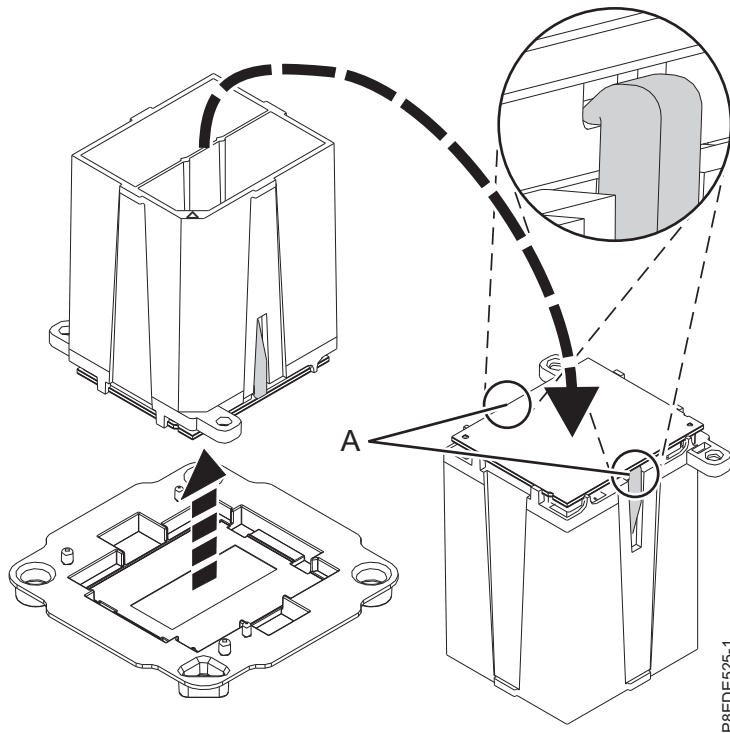

Figura 189. Preparación de la instalación del módulo del procesador del sistema
- b. Asegúrese que los dos agarres (A) sujeten firmemente el módulo del procesador del sistema, como se muestra en la Figura 189.